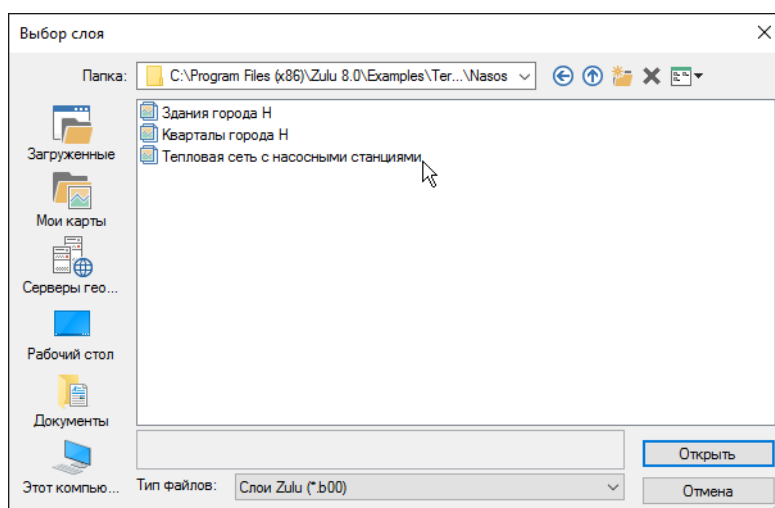

Рисунок 4.6. Диалог выбора слоя
3. В открывшемся окне указать слой-источник, то есть слой, из которого вы хотите импортировать символы и нажать кнопку Открыть. (смотрите Рисунок 4.6, «Диалог выбора слоя»)